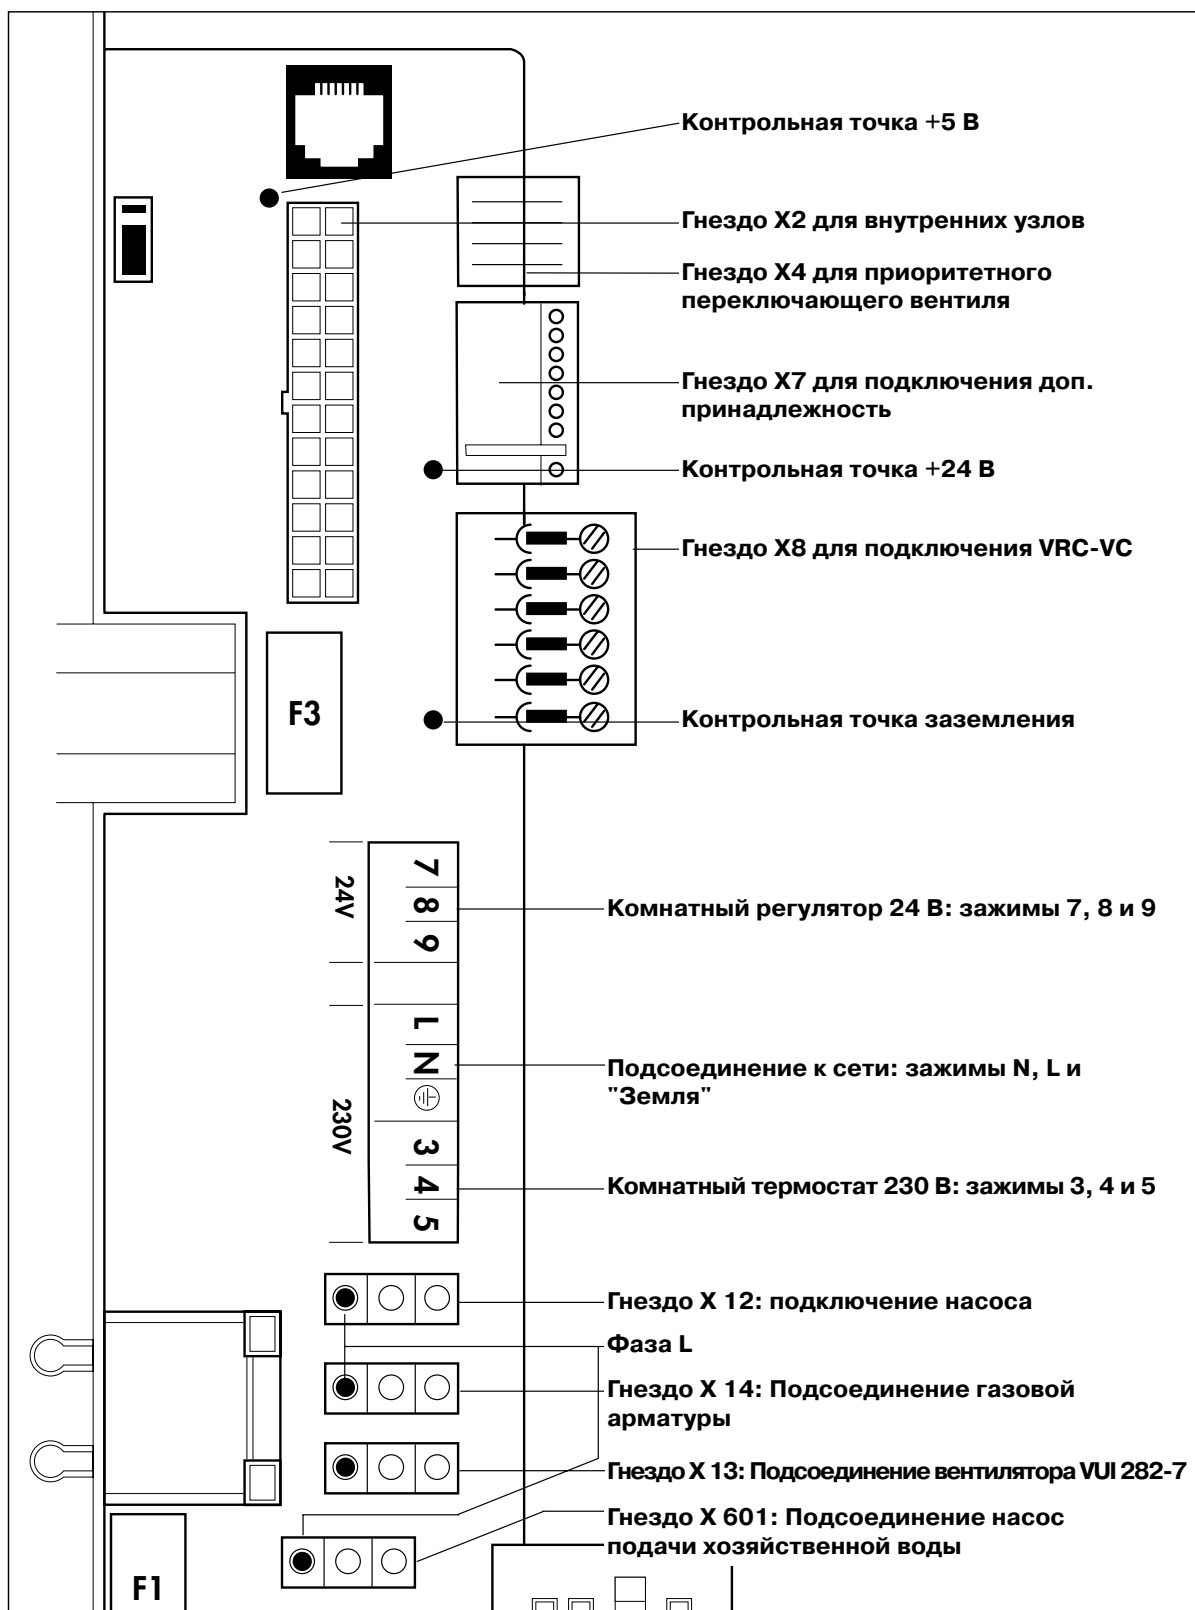

Рис. 3.15: Схема электрических соединений
- Присоедините жилы сетевого кабеля N, L и "Земля" к соответствующим зажимам платы (см. рис. 3.15).
- При необходимости подключите подобным же образом показанные на рис. 3.15 дополнительные принадлежности.